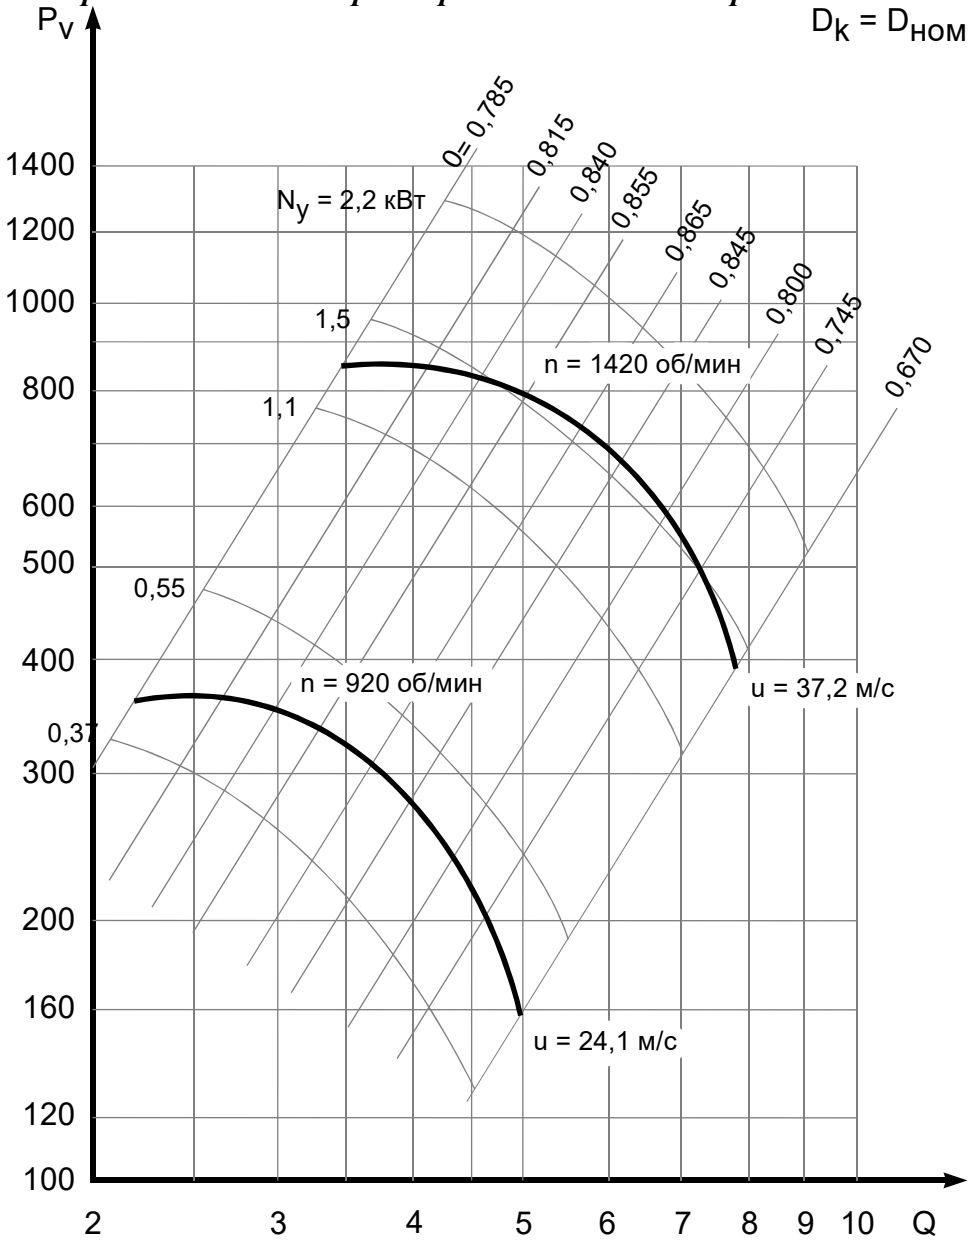

Рис. 9
Рис. 9а -  $D_k=0,9$  Дном
Рис. 9б -  $D_k=0,95$  Дном
Рис. 9в -  $D_k=1,05$  Дном
Рис. 9г -  $D_k=1,1$  Дном
**Рис. 9в -  $D_k=1,05$  Дном**
**Рис. 9г -  $D_k=1,1$  Дном**